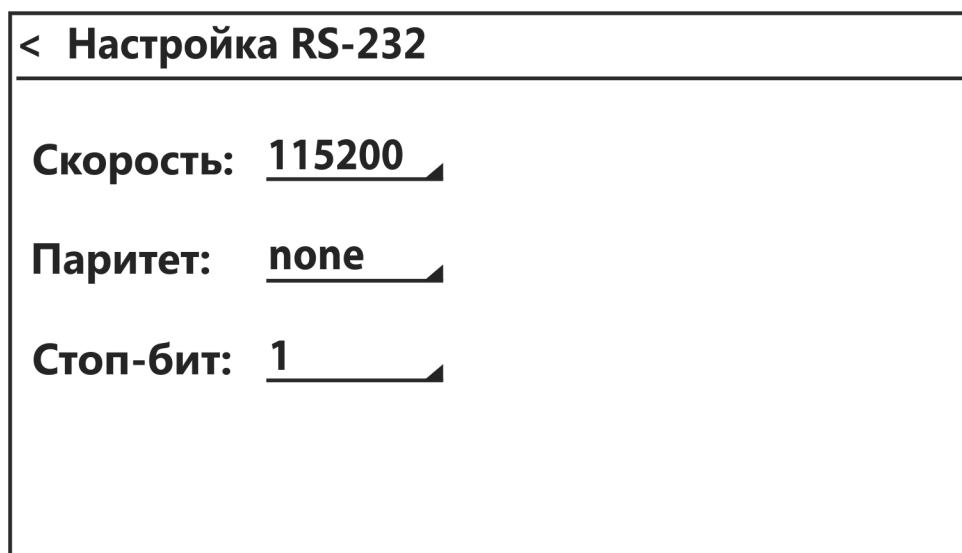

Рисунок 21 — Настройка интерфейсов RS-232/RS-485
- нажать **Меню** ⇒ **Настройка RS-232/RS-485**. На дисплее появится окно с настройками выбранного интерфейса (рисунок 21);